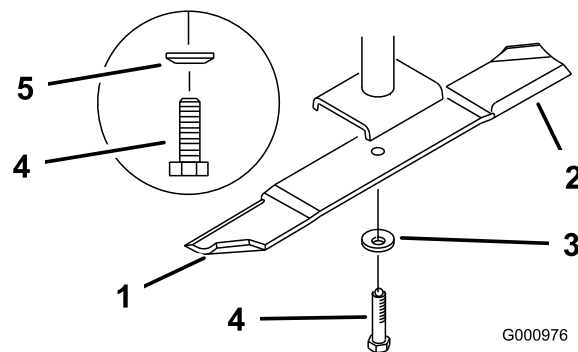
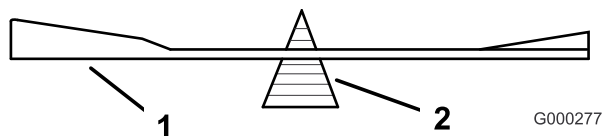

Figura 83
Figura 82
2. Retire del eje el perno de la cuchilla, la arandela de muelle y la cuchilla (Figura 83).
2. Verifique el equilibrio de la cuchilla colocándola sobre un equilibrador de cuchillas (Figura 82). Si la cuchilla se mantiene horizontal, está equilibrada y puede utilizarse. Si la cuchilla no está equilibrada, rebaje algo el metal en la parte de la vela solamente (Figura 83). Repita este procedimiento hasta que la cuchilla esté equilibrada.
1. Instale la cuchilla en el eje (Figura 83).
2. Instale la arandela de muelle y el perno de la cuchilla. El cono de la arandela de muelle debe estar orientado hacia la cabeza del perno (Figura 83).